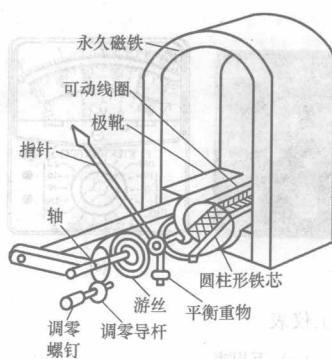

图1-2 磁电式仪表测量机构
(1) 结构。磁电式仪表的测量机构如图1-2所示，主要由固定部分和可动部分组成。固定部分由永久磁铁、极靴和圆柱形铁芯构成。可动部分由绕制在铝框架上的可动线圈、转轴、指针、平衡重物、零位调节器及游丝构成。